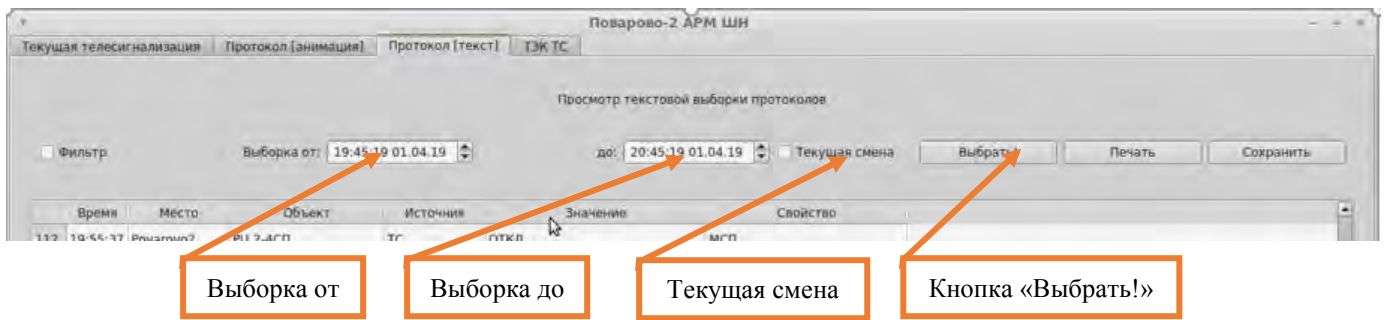

Рисунок 4. Выбор времени просмотра протокола.
7.1.3. Выбрать промежуток времени путем ввода даты и времени в полях «Выборка от» и «до» или выбором элемента «Текущая смена» (Рисунок 4) и нажать кнопку «Выбрать!» (Рисунок 4).
**ПРИМЕЧАНИЕ:** Если на момент проведения данной работы сбойные сообщения отсутствуют, то можно вывести сообщения, касающиеся всех элементов системы, выбрав дату, интервал времени и нажать кнопку «Выбрать!» (Рисунок 4) и на основании анализа выведенных данных сделать заключение о работе устройств ЭЦ-МПК.